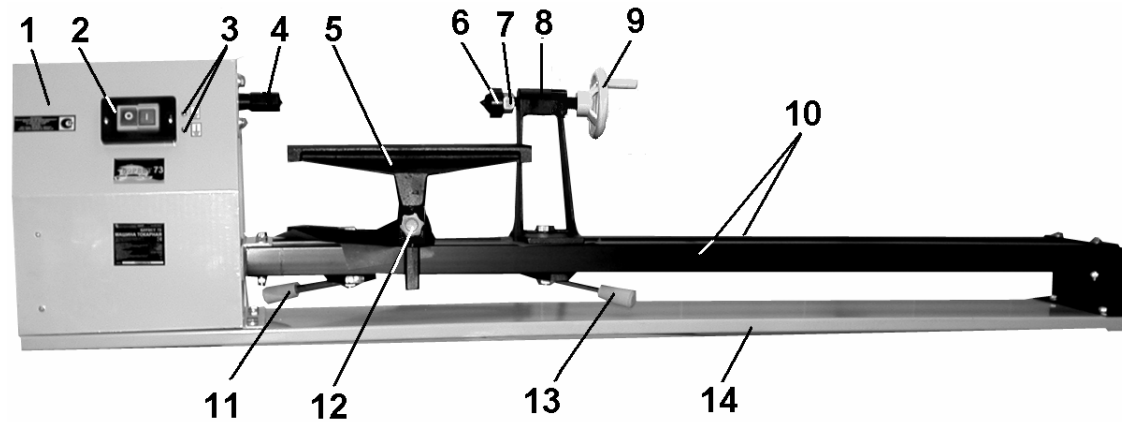

Рис. 2
7.1. Машина состоит из следующих сборочных единиц и деталей (Рис. 2):
8.1. Как показано на Рис.2, установите винт фиксации (2) подручника (5).
#### 9.3. Задняя бабка (Рис. 2)
#### 9.4. Подручник (Рис.2,7)